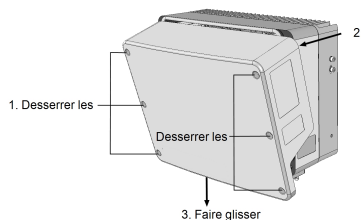

Figure 18: Retrait du couvercle de l'onduleur
5. Ouvrez le couvercle de l'inverseur (voir *Figure 18*).